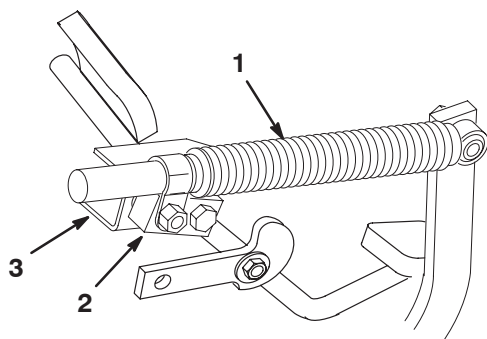

Figure 58
2. Desserrez le contre-écrou de fixation du pivot d'amortisseur au support d'amortisseur (Fig. 58).